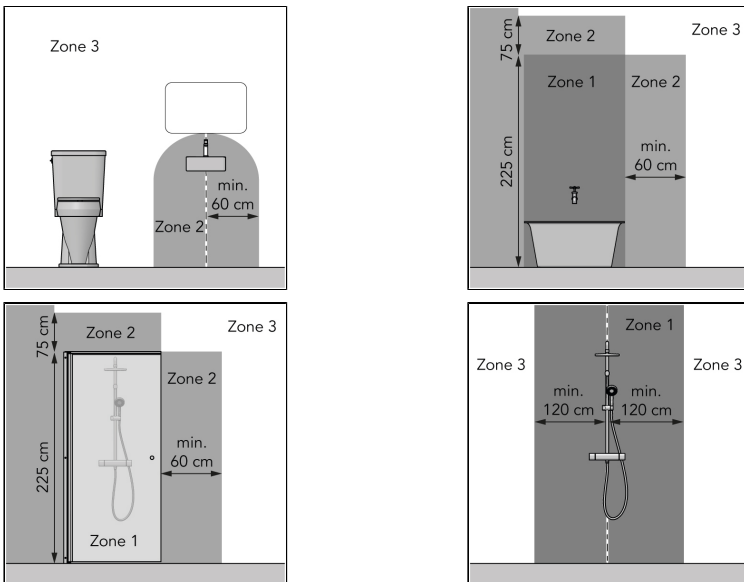

Abbildung 25.
- in Zone 3 eines Toilettenraums oder Badezimmers mit Badewanne, Dusche mit Abschirmung und Dusche ohne Abschirmung, siehe Abbildung 25;